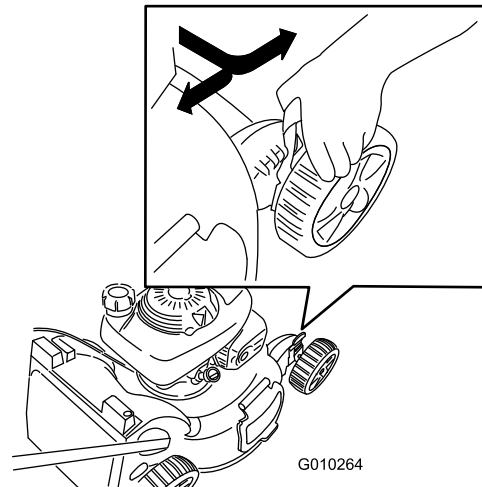

Bild 20
Stellen Sie die Schnitthöhe ein. Stellen Sie alle Schnitthöheneinstellhebel auf die gleiche Schnitthöhe ein. Zum Anheben oder Absenken der Maschine, siehe Bild 20.
2. Drehen Sie den Kraftstoffhahn auf die EIN-Stellung (Bild 20).